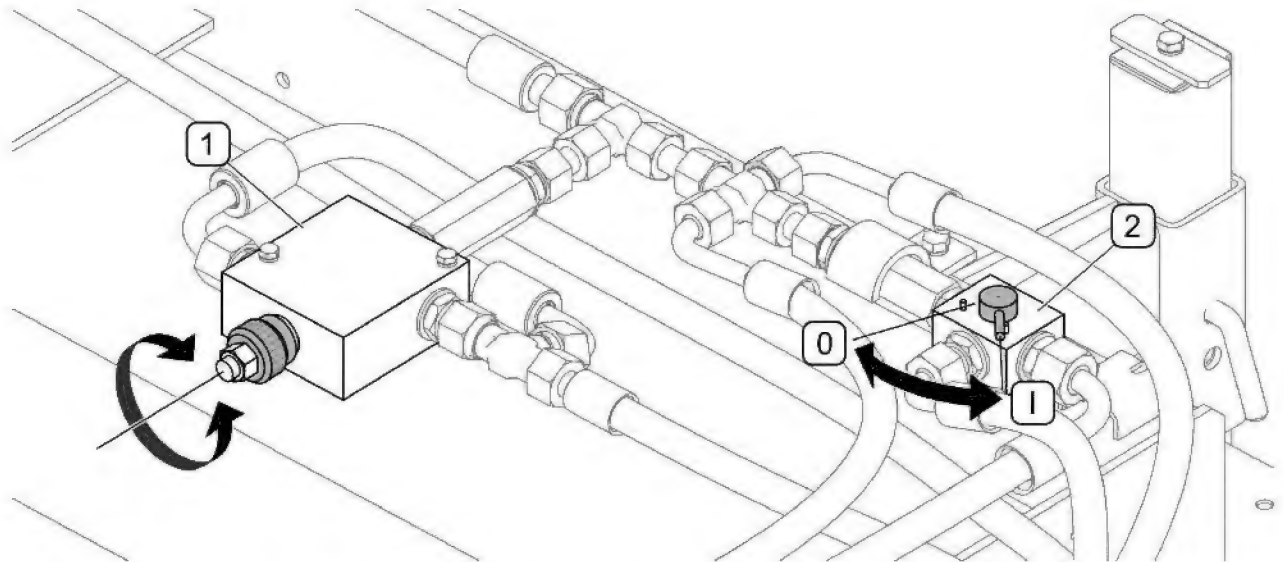

FIGURE 5.7A Régulateur du débit et le distributeur de l'entraînement de la brosse latérale
Dans les balayeuses équipées d'une brosse latérale il est appliqué un régulateur du débit (1) (FIGURE 5.7A) d'huile pour un réglage régulier de la vitesse de rotation de la brosse latérale par rapport au rouleau balayeur. Le réglage de tours est assuré par le sélecteur.